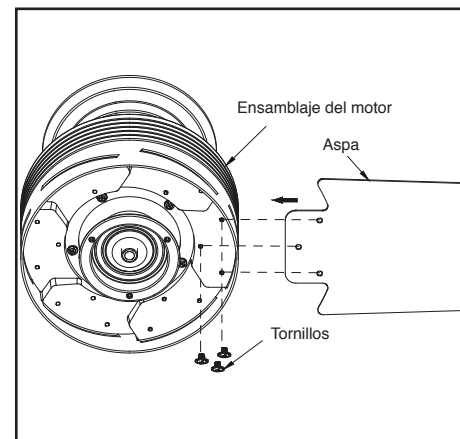

Figura 13
1. Inserta el asa en la abertura del centro del volante, alinea los tres orificios para tornillo en el asa con sus correspondientes en el volante, y asegura con los tornillos incluidos. (Figura 13)